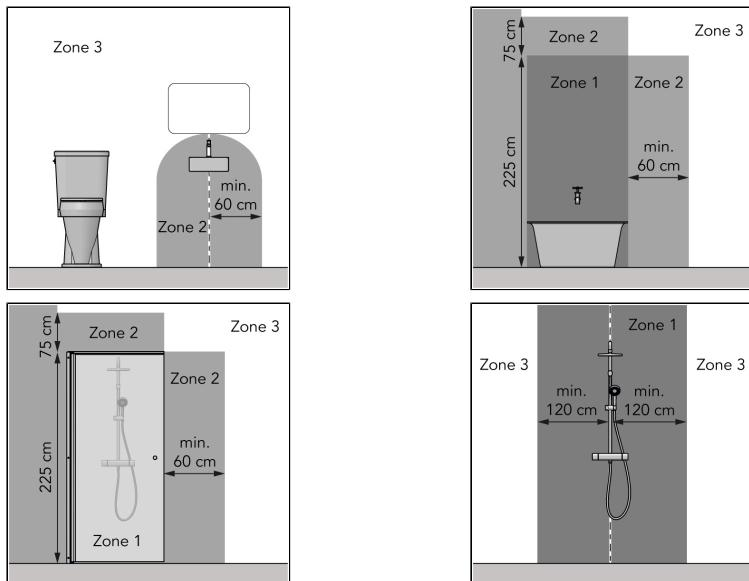

Figure 76.
- i zone 3 på et toilet værelse eller badeværelse med badekar, bruser med skærm og bruser uden skærm, se Figure 76;